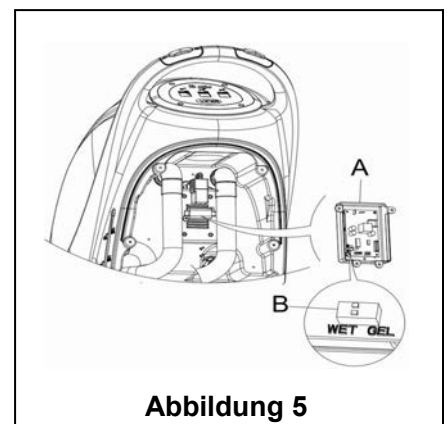

Abbildung 5
2. Entfernen Sie den Ablaufschlauch (15)
4. Nehmen Sie den Gerätedeckel ab (5) und lösen Sie die Schrauben der Batterieabdeckung (10). Entfernen Sie die Schrauben der PCB-Platine. Der DIP-Schalter (B) für die Einstellung des Batterie-Modells ist zu sehen, wenn ?Umklappen der Platine werden. (Siehe **Abbildung 5**)
5. Den Mikro-DIP-Schalter (B) in die „WET“ (NASS)-Stellung bringen.